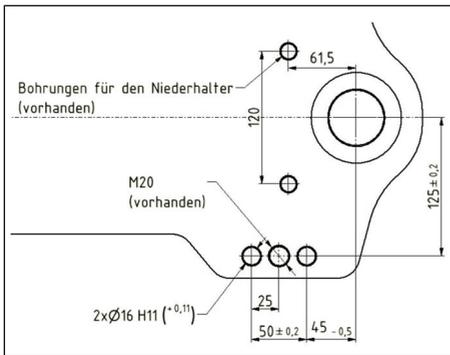

Bild 5 - Montagezeichnung
Montage: (siehe Bild 5)
- Zwei $\varnothing 16$ H11 Bohrungen auf der Seite, an der die ZWL montiert werden soll, gemäß beiliegender Montagezeichnung (siehe Bild 5) in den Kugelbalken bohren. In einigen Kugelbalken dienen Senkungen, die die Mitte der 16er Bohrungen anzeigen, als Positionierhilfe.